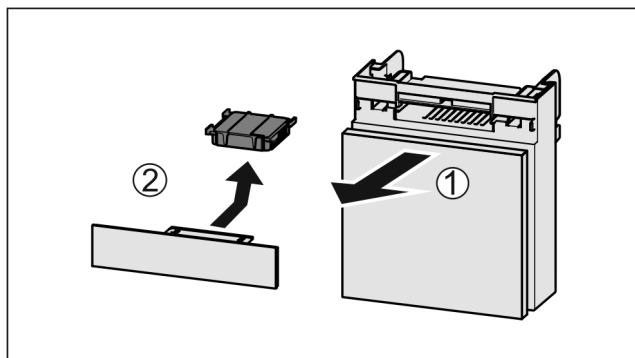

Fig. 89
- Vedä lokero etukautta pois Fig. 89 (1).
- Poista aktiivihiilisuodatin Fig. 89 (2).